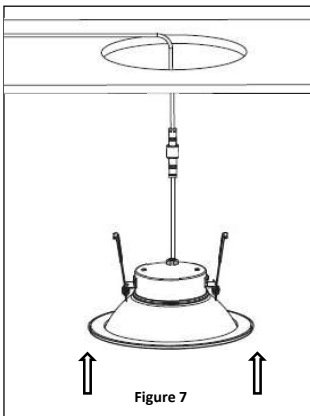

Figure 7
5. Poussez vers le haut et maintenez les pinces à ressort contre le luminaire. Insérez le luminaire doucement dans le plafond jusqu'à ce que les attaches soient dans le trou. Rentrez l'excès de fil dans le plafond et veillez à ne pas pincer ou coincer le fil. **Reportez-vous à la figure 7.**